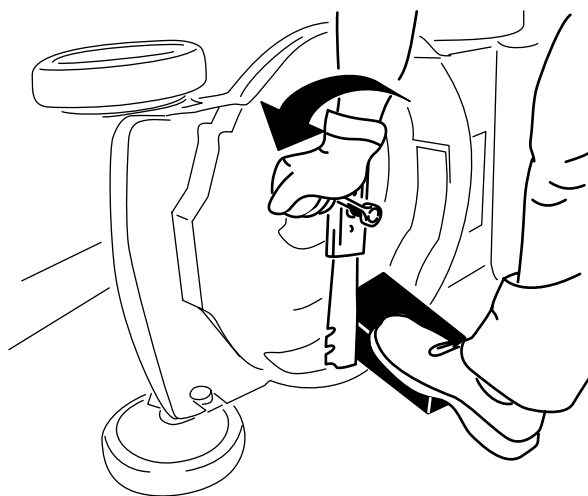

Figura 29
3. Utilice un bloque de madera para inmovilizar la cuchilla (Figura 29).
4. Retire la cuchilla, conservando todos los herrajes de montaje (Figura 29).